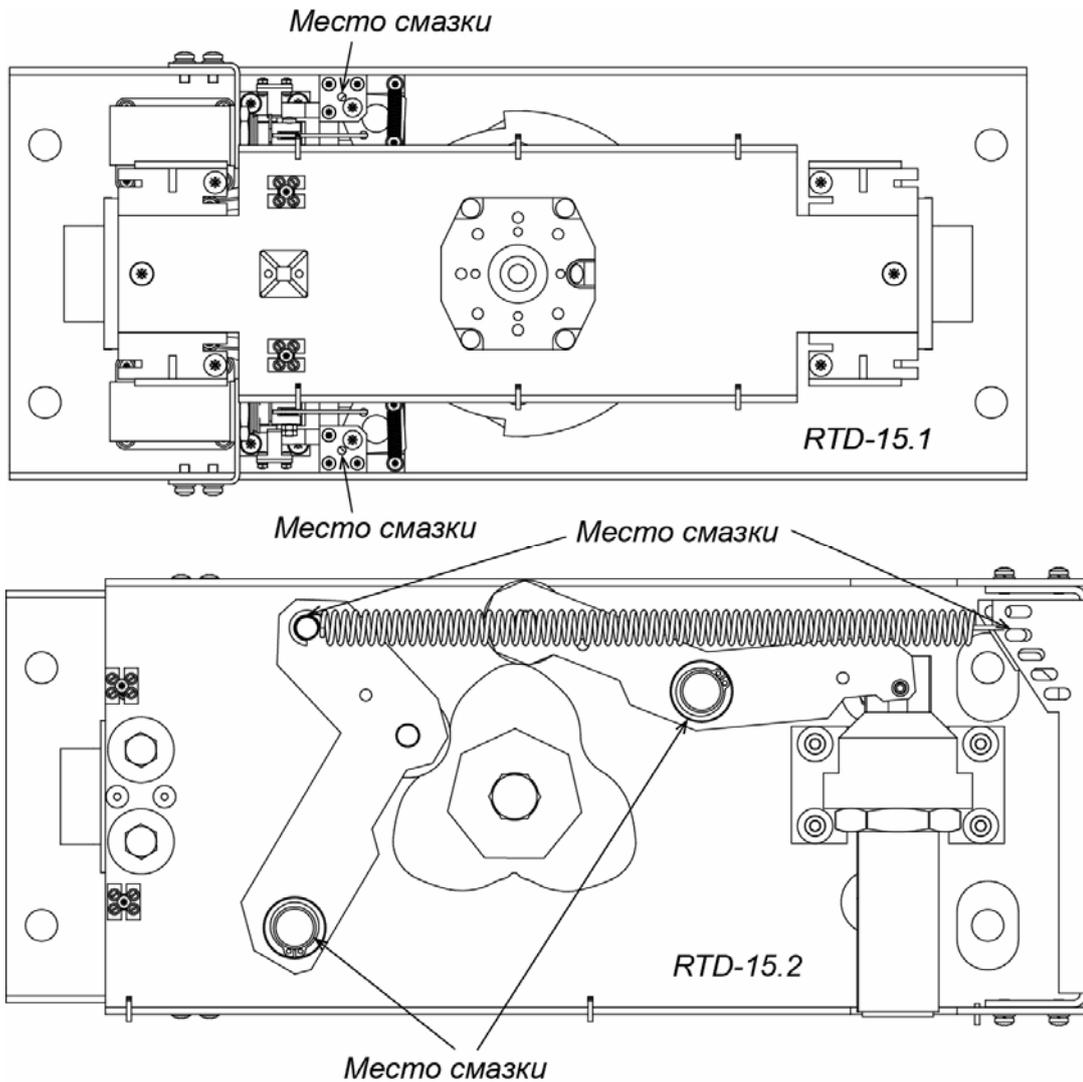

Рисунок 22. Места смазки исполнительного механизма в балке привода
2. Снимите крышку (9) с балки привода (8) (см. разд. 6).
6. Смажьте жидким машинным маслом типа И-20 детали исполнительного механизма в соответствии с рис. 22 (допускаются силиконовые смазки для низких температур).
10. Для обслуживания нижнего узла вращения (3) выполните демонтаж ротора (работайте вдвоем!):